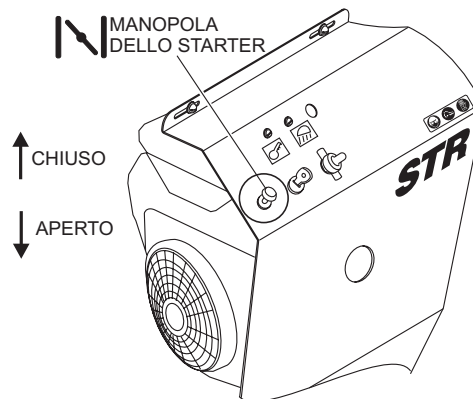

Figura 9. Manopola dello starter
5. Per avviare il motore a freddo, tirare la manopola dello starter, se in dotazione, (figura 9) in posizione di **chiuso**. A motore caldo o a temperature normali o alte, è possibile mettere in moto la macchina con lo starter completamente o mezzo **aperto**.